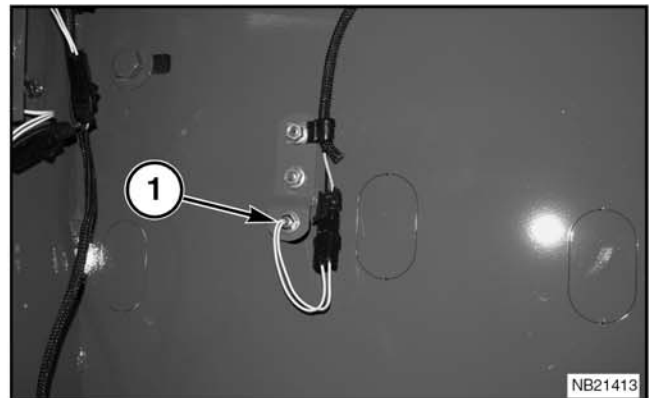

FIG. 13
FIG. 13: La máquina está protegida contra fardos sobre dimensionados mediante una alarma audible. Si el fardo supera las dimensiones establecidas, el interruptor de límite de sobredimensión (1) se cerrará y se dará una alarma de límite de tamaño de fardo.